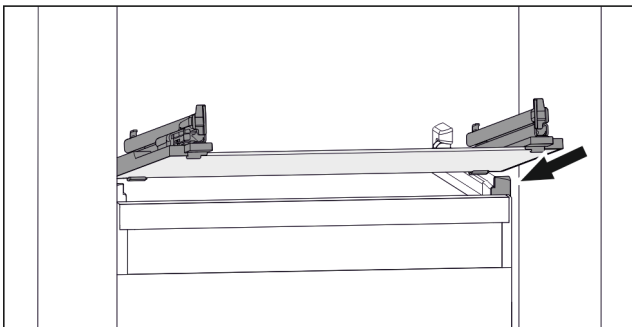

Fig. 66 Примерно изображение на стъклената плоча
- ▶ Поставете стъклената плоча под ъгъл зад ограничителите. (виж Fig. 66)